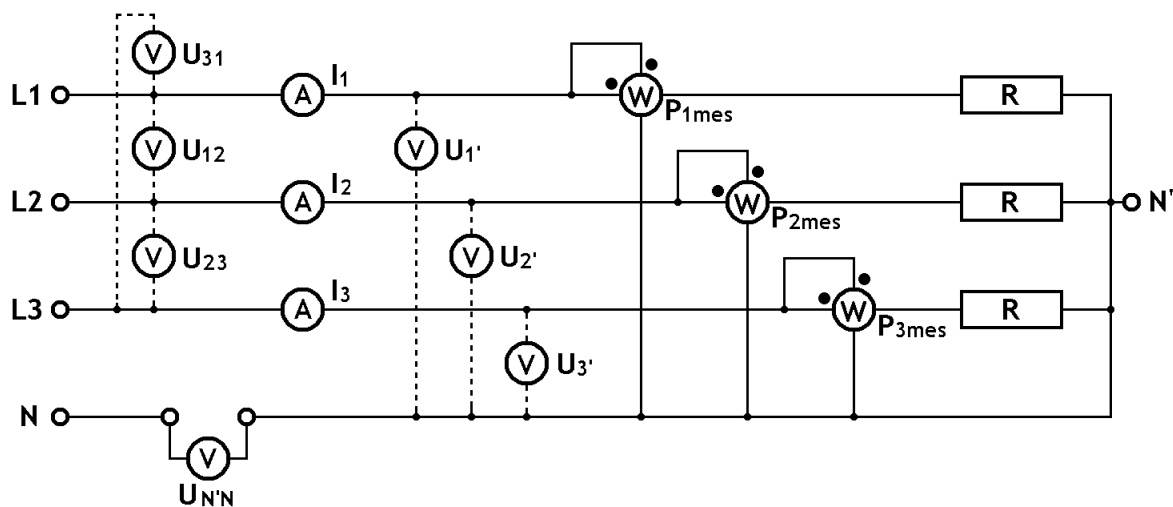

Figure 3.2 - Schéma de montage avec charges équilibrées en étoile, et avec neutre ouvert
- Réaliser le schéma de la figure 3.2 en utilisant les résistances réglées à 65  $\Omega$ .